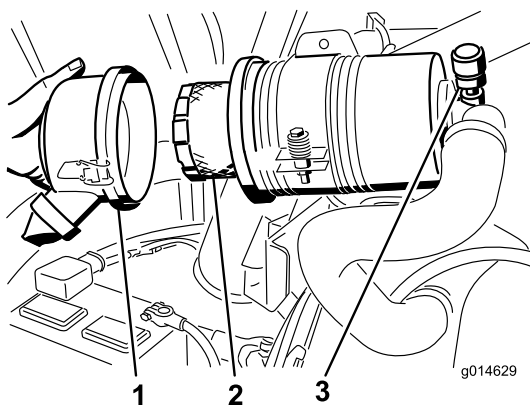

Figura 47
4. Retire e substitua o filtro (Figura 47).